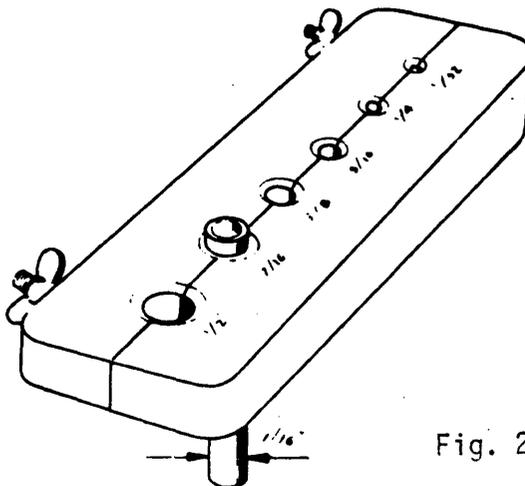

Fig. 2
- 2) El extremo del tubo debe fijarse de modo que quede del lado escareado del soporte balonador (fig. 2).